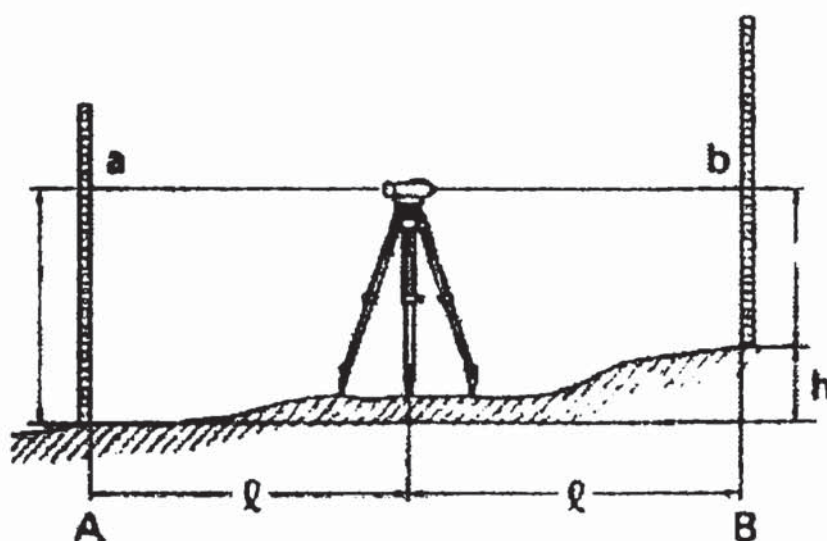

Рис. 6.1
1) Установите прибор приблизительно посередине между точками А и В (рис. 6.1). Дальномерные нити сетки нитей могут быть использованы для визуального контроля расстояний (см. раздел «6.3 Измерение расстояний по дальномерным нитям»).
- 4) Разность отсчетов  $a - b$  является превышением точки В относительно точки А (рис. 6.1).